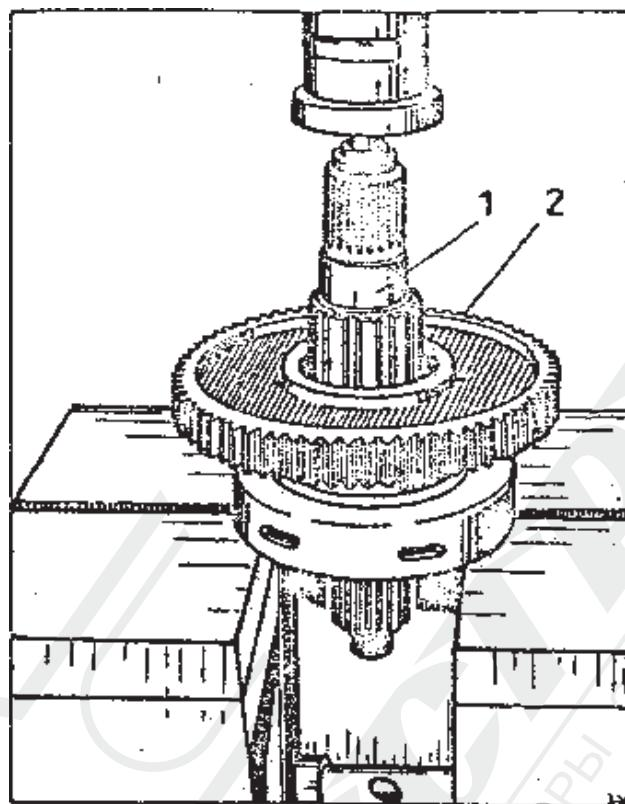

Рис. 2-26. Выдавливание подшипников со ступицы зубчатого колеса /обратная установка - вдавливание, подшипников/ /1,2 - см. на рис. 2-20/.
11. Снять с валика узел зубчатого колеса 16 с помощью оправки, съёмника для подшипников или на прессе /как на рис. 2-26/.